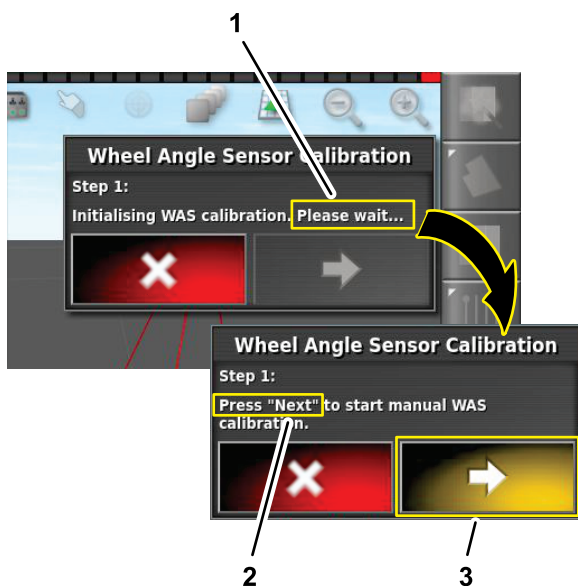

Figure 164
5. À l'étape 1, attendez que le capteur d'angle de roue soit initialisé puis appuyez sur l'icône Étape suivante (Figure 164).